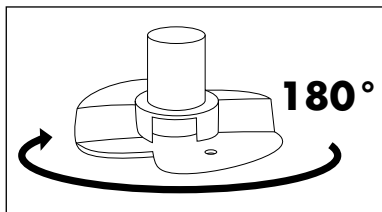
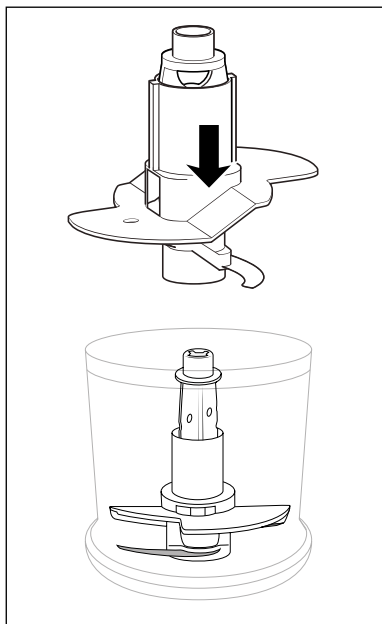

Fig. 2
Fig. 3
- For at piske 200 ml fløde skal du dreje piskedelen 10 180° vandret (fig. 2), så den kun sidder på én kniv 7 og går i indgreb (fig. 3). Så piskes fløden hurtigt: